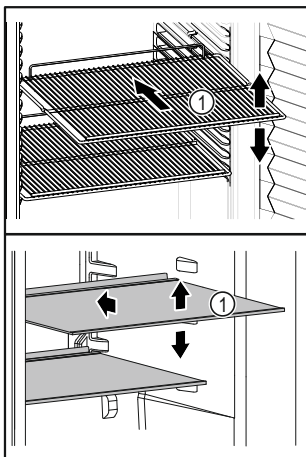

Fig. 5 Beispielfhafte Darstellung
- ❑ Wenn Ablageflächen Fig. 5 (1) versetzbar sind, Ablageflächen je nach Höhe anpassen.
- ❑ Lüftungsschlitze (2) des Umluftgebläses im Innenraum freihalten.